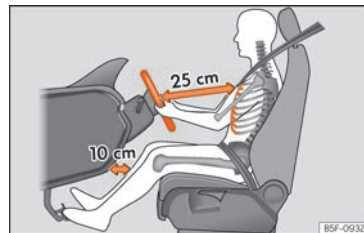

Abb. 17 Der richtige Abstand des Fahrers zum Lenkrad muss mindestens 25 cm (10 inch) betragen.
- Lenkrad so einstellen, dass der Abstand zwischen Lenkrad und Brustbein mindestens 25 cm (10 Zoll) beträgt »» (Abb. 17) und das Lenkrad mit beiden Händen und leicht gebeugten Armen seitlich am äußeren Rand festgehalten werden kann.